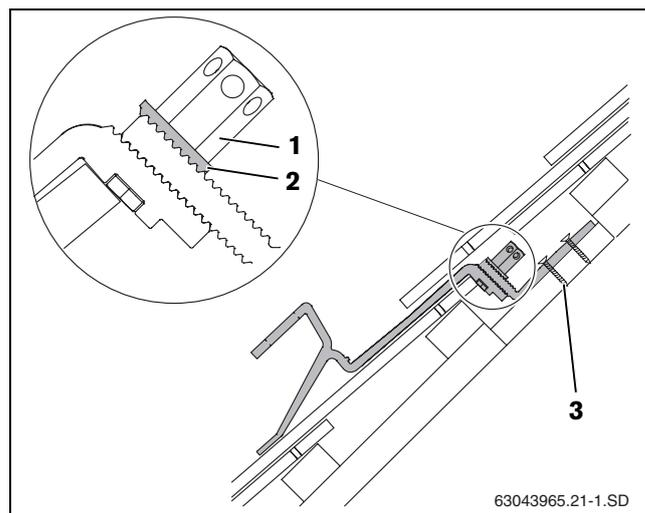

Fig. 18 Gancio da tetto montato. Vista in sezione con parte inferiore del gancio da tetto ridotta
La rondella dentata (fig. 18, [2]) deve incastrarsi nella dentatura della parte inferiore del gancio da tetto.
- Serrare la vite a testa esagonale lunga (fig. 18, [1]). A tal fine, infilare la chiave SW 5 nel foro della vite a testa esagonale e ruotare.
- Fissare la parte inferiore del gancio da tetto al travetto almeno nel primo (fig. 18, [3]) e nel secondo foro, servendosi di viti adeguate.